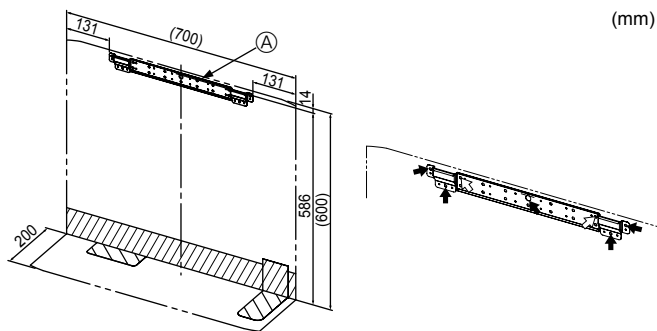

Fig. 3-1
- Instale el soporte firmemente en la estructura de la pared (montante, etc.). (Fig. 3-1)
① Soporte de montaje de la unidad interior